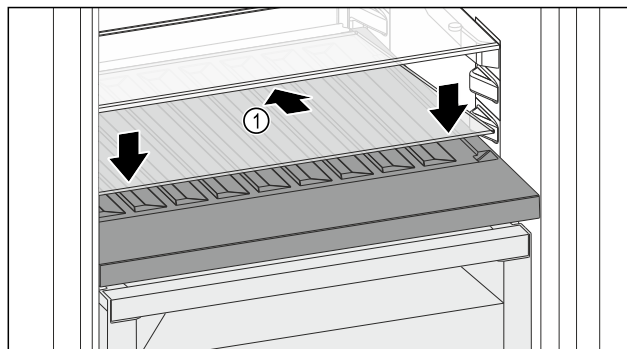

Fig. 94
- Helyezze be ferdén, hátul lefelé döntve az üveglapot Fig. 94 (1).
- Engedje le az üveglap Fig. 94 (1) elejét.